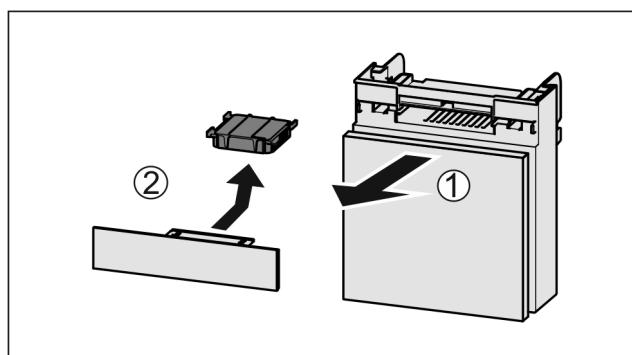

Fig. 94
- ▶ Pretinac izvucite Fig. 94 (1) prema naprijed.
- ▶ Izvadite filter s aktivnim ugljenom Fig. 94 (2).